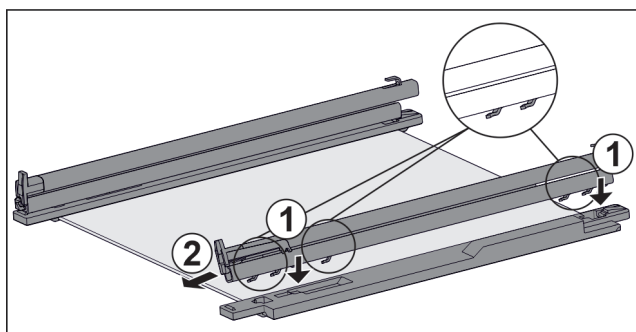

Fig. 130 Glasplade med skinner og holdedele
- ▶ Sæt skinnens kroge på den **venstre** holdedels åbninger. Fig. 130 (1)
- ▶ Træk skinnen frem. Fig. 130 (2)
- ▶ Sæt skinnens kroge på den **højre** holdedels åbninger. Fig. 130 (1)